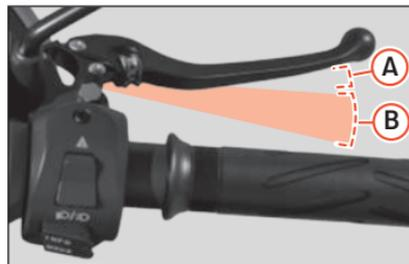

Fig. 19 Alavanca do travão
- Durante o primeiro troço do percurso da alavanca do travão dianteiro (direito) »» Fig. 19 (A), ativa-se o travão regenerativo. Este sistema trava eletronicamente a roda traseira e regenera energia para a bateria
- Se continuar a pressionar a alavanca do travão »» Fig. 19 (B) ativar-se-á também o travão mecânico da roda dianteira. A maior pressão aumentará a potência da travagem mecânica.